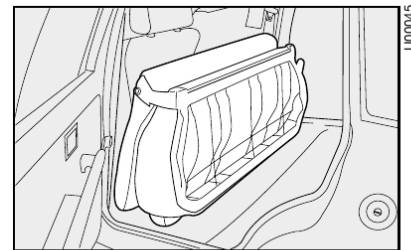

fig. 63
- 4) Em seguida, rebater o banco traseiro inteiro para a frente de maneira a obter uma única superfície de carga fig. 63.